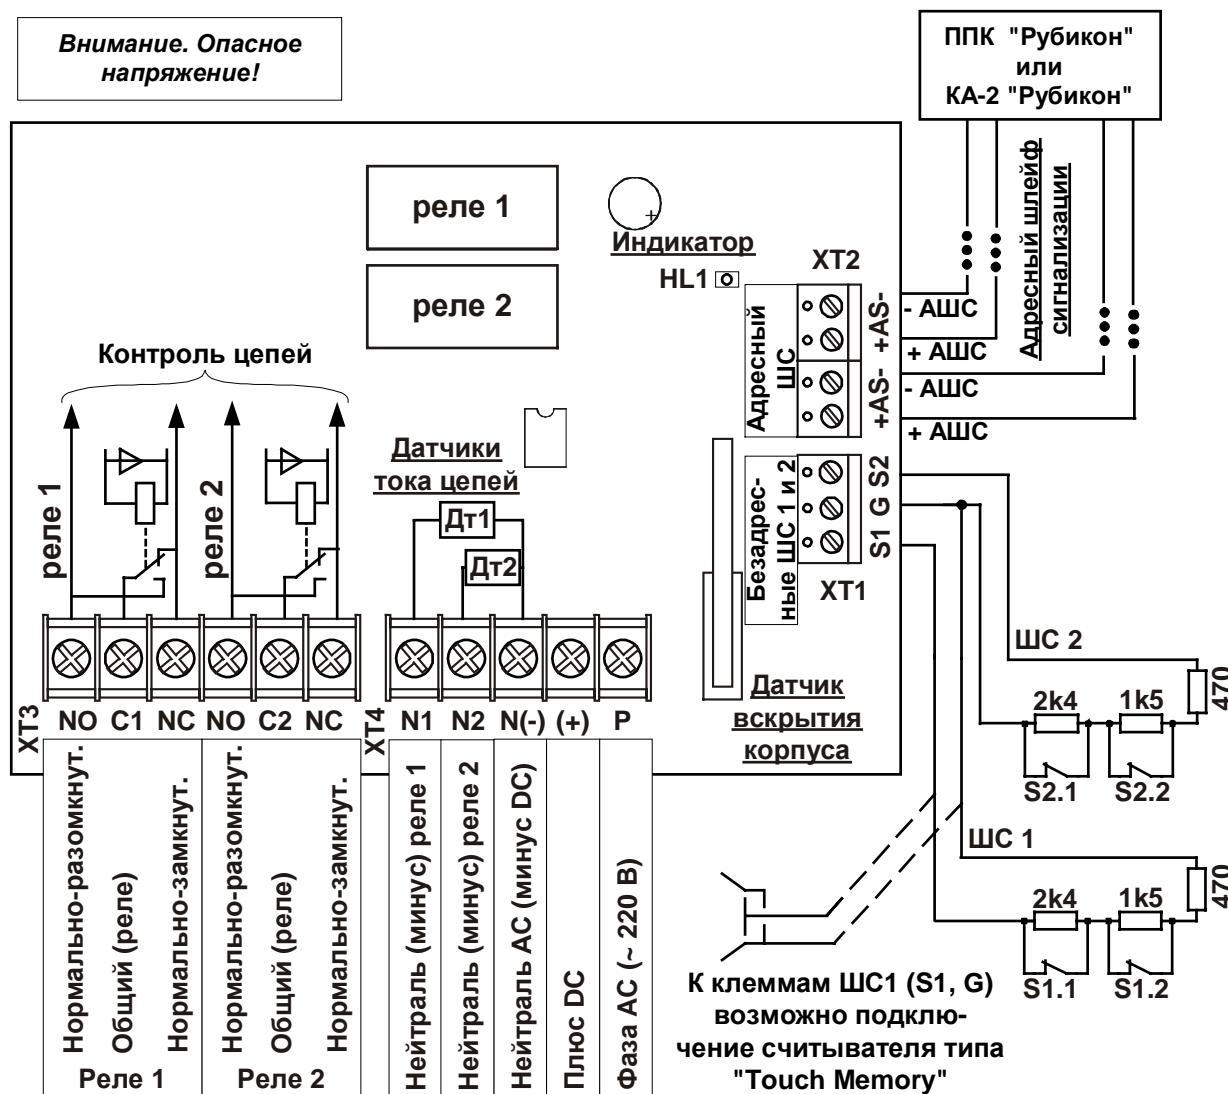
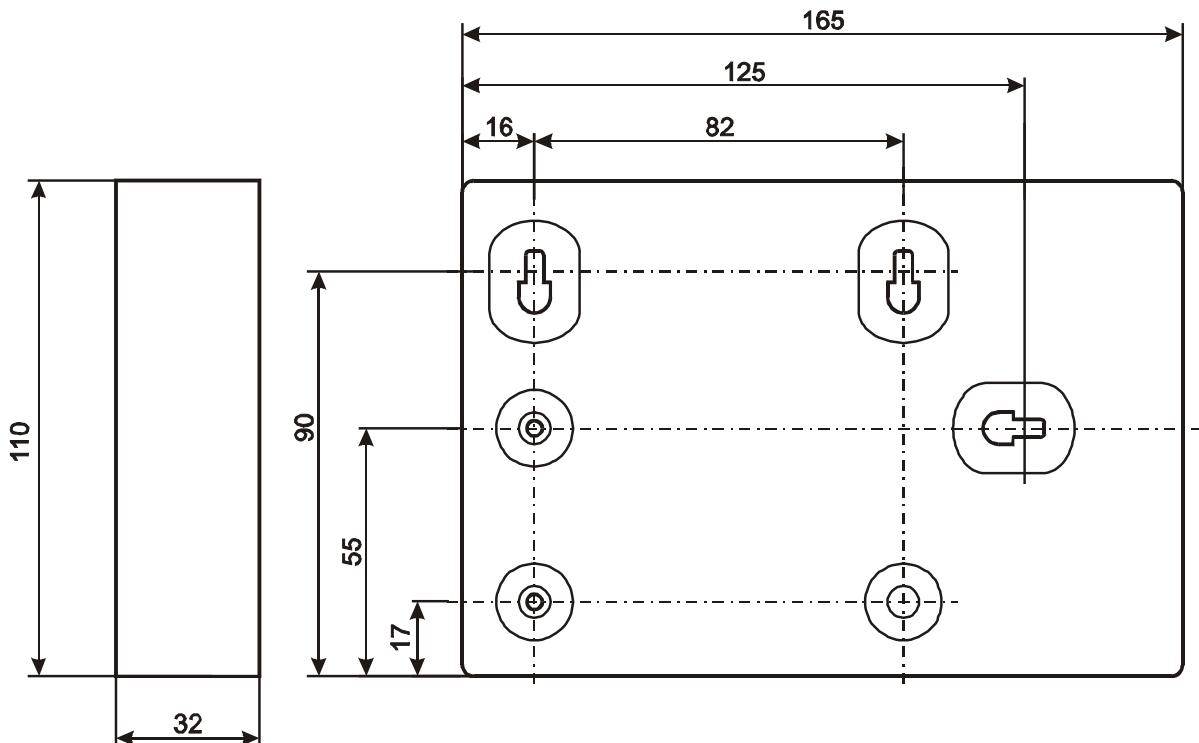

Рис. 1 Внешний вид, расположение элементов, подключение ИСМ220
Рис. 2 Габаритные и присоединительные размеры корпуса ИСМ220
Дополнительно имеются два безадресных шлейфа сигнализации (ШС 1, 2) для подключения датчиков (извещателей) с нормально-замкнутыми (нормально-разомкнутыми) контактами (см. Рис. 1).
Исполнительный модуль выполнен в пластмассовом разъемном корпусе (см. Рис. 1, Рис. 2) и состоит из крышки и основания корпуса . Крышка и основание корпуса соединяются с помощью выступов (зашелки крепления).
– в соответствии с Рис. 1 и Табл. 4.